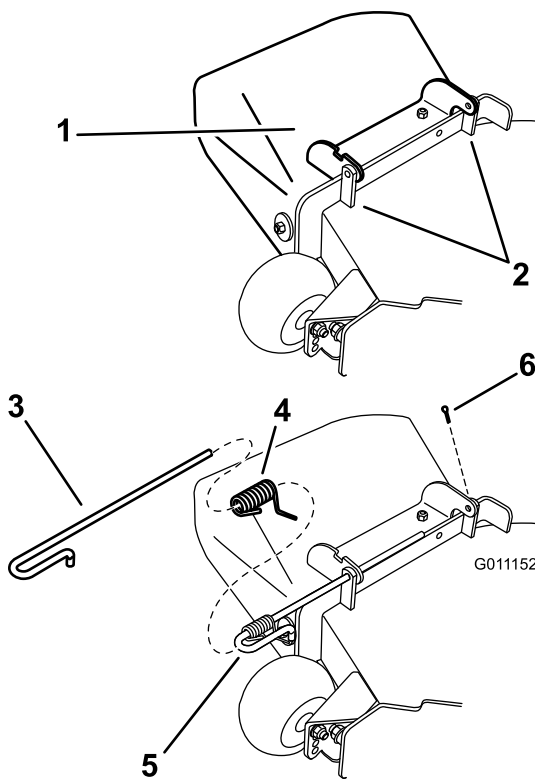

Figure 70
1. Retirez la goupille fendue de la tige (Figure 70).
2. Désengagez le ressort du cran dans le support de déflecteur et sortez la tige des supports soudés du plateau, du ressort et du déflecteur d'éjection (Figure 70). Enlevez le déflecteur s'il est endommagé ou usé.
3. Positionnez le nouvel ensemble déflecteur d'éjection en plaçant les extrémités du support entre les supports soudés du plateau, comme illustré à la Figure 70.